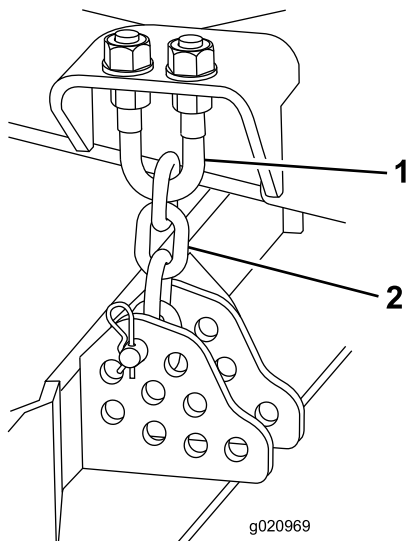

図 121
4. 刈高チェーンをカッティングユニット後部に固定しているヘアピンコッターとクレビスピンを取り外す 図 121。